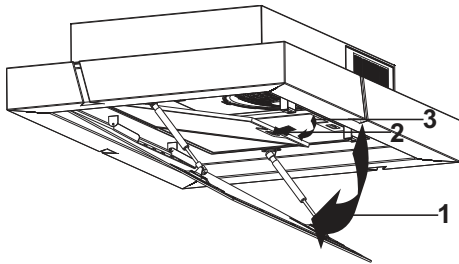

Abb. 16
1. ➤ Öffnen Sie die Randabsaugungsplatte (Abb. 16/1).
3. ➤ Entriegeln Sie den Metallfettfilter (Abb. 16/2) und sichern Sie ihn mit der anderen Hand gegen Herunterfallen.
4. ➤ Kippen Sie den Metallfettfilter nach vorne und nehmen Sie ihn heraus (Abb. 16/3).